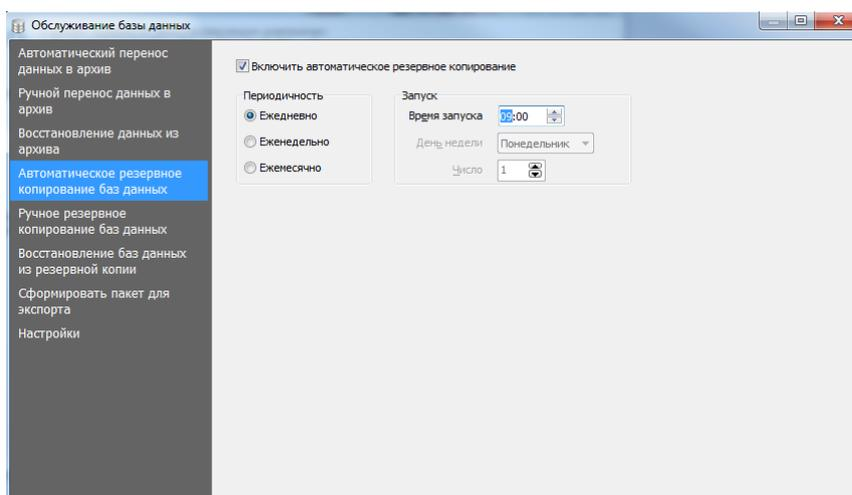

Рис. 7 Вкладка **Автоматическое резервное копирование баз данных**, периодичность *Ежедневно*
1. Перейти на вкладку **Автоматическое резервное копирование баз данных** (Рис. 7);
- *Ежедневно*, в этом случае необходимо указать **Время запуска** копирования (Рис. 7);